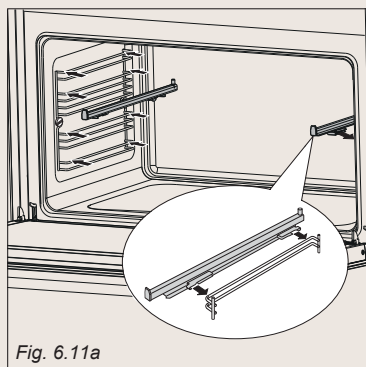

Fig. 6.11a
- * Installez le support de grille coulissant sur le fil supérieur d'un niveau de cuisson et appuyez (fig. 6.11a); Un déclic sonore se produit lorsque les verrous de sûreté s'agrafent sur le fil.